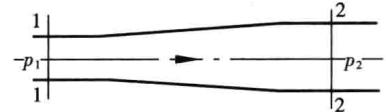

图 10-7
11. 水平放置的渐扩管如图 10-7 所示, 如忽略水头损失, 断面形心点的压强的关系是( )。